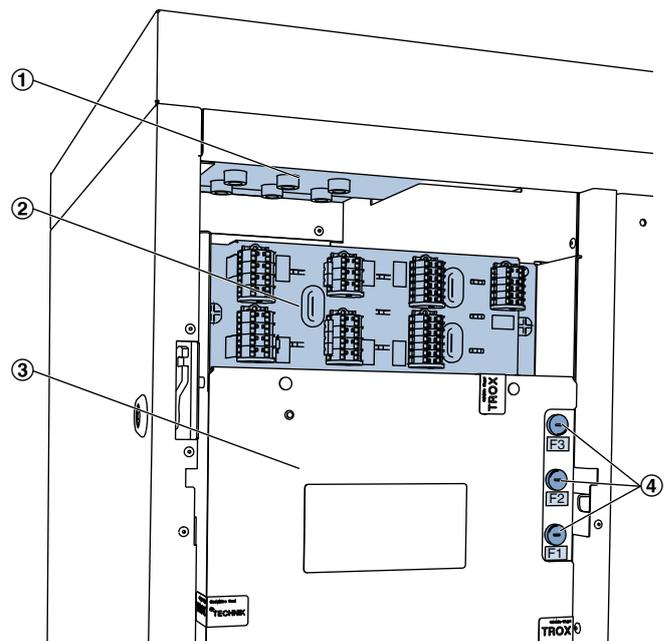

Abb. 23: Elektroanschlussbereich für bauseitige Verdrahtung
Der 230 V Anschlussbereich ( Abb. 23 /3) darf nicht geöffnet werden, er dient der internen elektrischen Verdrahtung und darf nur durch den TROX Service geöffnet werden.
Bauseitige Installation über die Kabeleinführungen ( Abb. 23 /1) in das Gerät einführen und an die entsprechende Klemmen ( Abb. 23 /2) anschließen, siehe folgende Informationen.
**Hinweis:** Zum Anschluss ausreichend Leitungsreserve vorsehen (Schleife ca. 35 cm (zwischen Abb. 23 /1) und ( Abb. 23 /2)